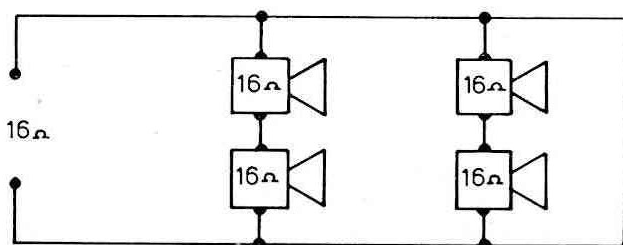

Fig. 3
- **in serie-parallelo** (vedi fig. 3); essendo questa una combinazione delle due precedenti con-